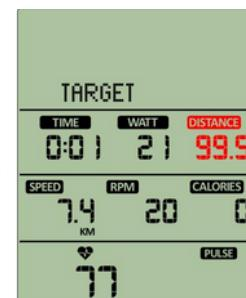

Figura 43
- c. Una vez configurado y al presionar ENTER, la matriz mostrará "TARGET" iluminado constantemente. Los íconos TARGET y DISTANCE, junto con los valores, parpadearán continuamente e iniciará la cuenta regresiva (Figura 43).